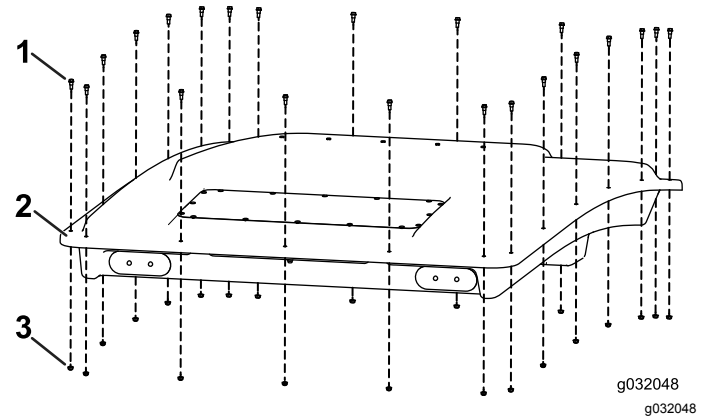

图 1
1. 拆下固定顶篷顶部的螺栓和螺母放到一旁 **图 1**。
13. 使用之前保留的螺栓和螺母将顶篷固定至驾驶室 图 1。
14. 使用之前卸下的 22 个螺丝将车顶安装到驾驶室上 图 1。